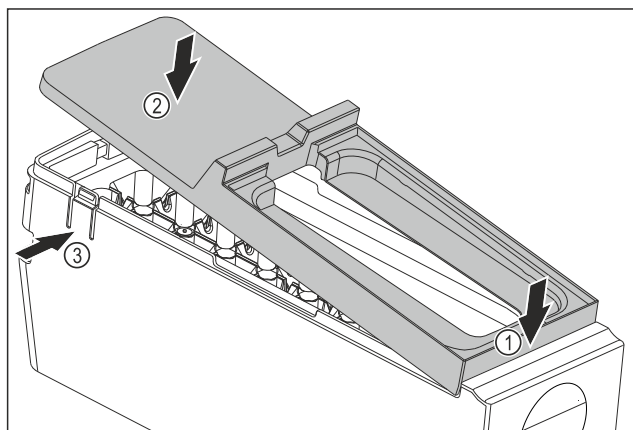

Fig. 99
- ▶ Monter le couvercle du corps de l'EasyTwist-Ice : Placer le couvercle à l'avant. Fig. 99 (1)
- ▶ Abaisser le couvercle à l'arrière. Fig. 99 (2)
- ▷ L'enclenchement du couvercle dans les deux languettes Fig. 99 (3) se fait entendre.